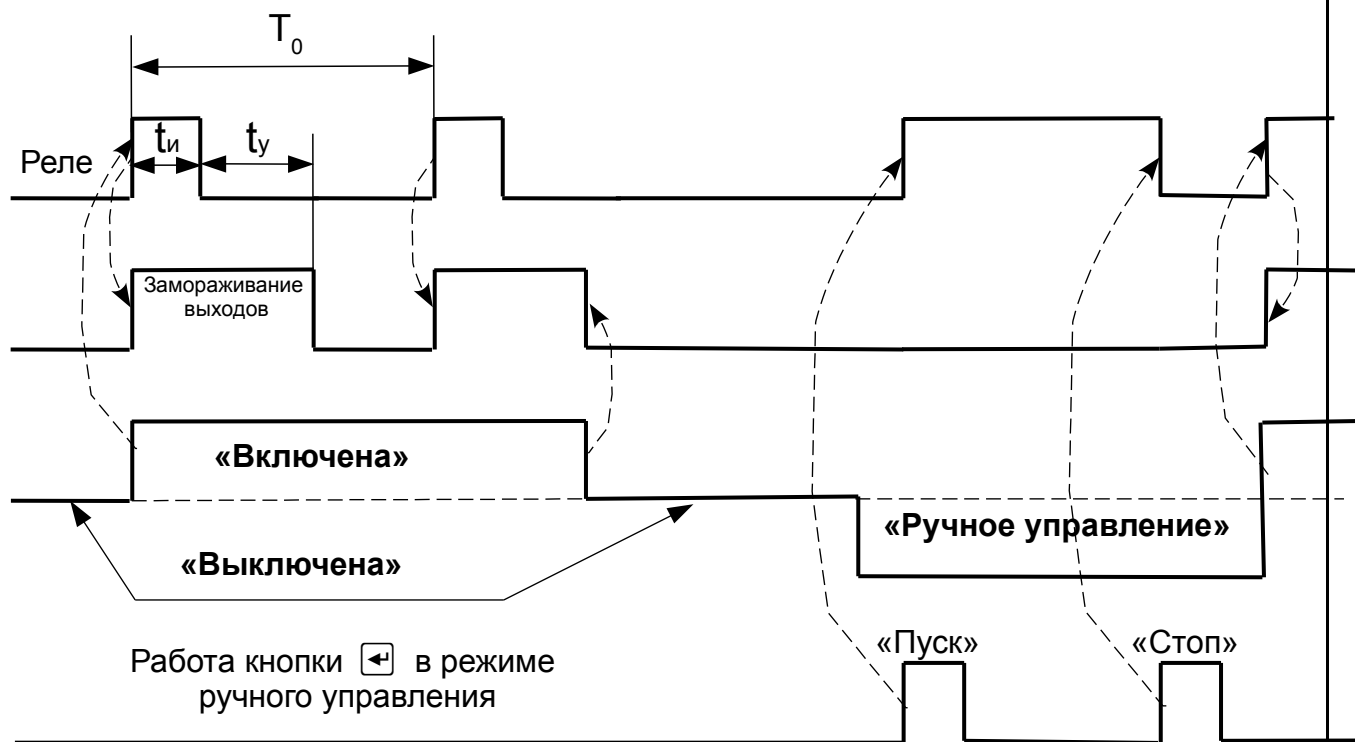

Рисунок 22 - Временные диаграммы работы анализатора в разных режимах очистки
3.3.6.10 Временные диаграммы анализатора в разных режимах очистки показаны на рисунке (смотри Рисунок 22).